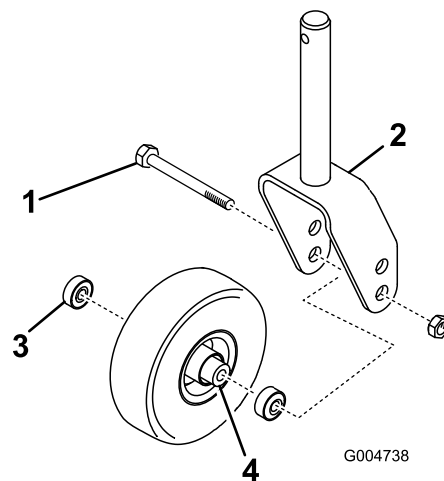
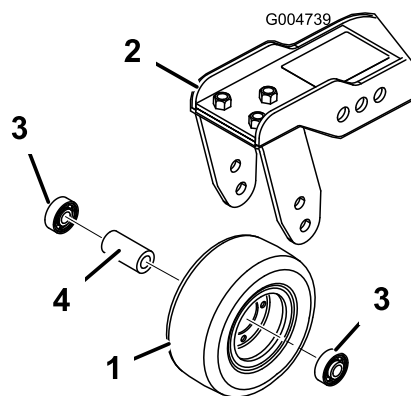

Рисунок 86
Рисунок 87
1. Выверните контргайку с болта, удерживающего узел поворотного колеса междувилкой (Рисунок 86) или рычагом (Рисунок 87) поворотного колеса.
2. Извлеките подшипник из ступицы колеса и дайте выпасть распорной втулке подшипника (Рисунок 86 и Рисунок 87).